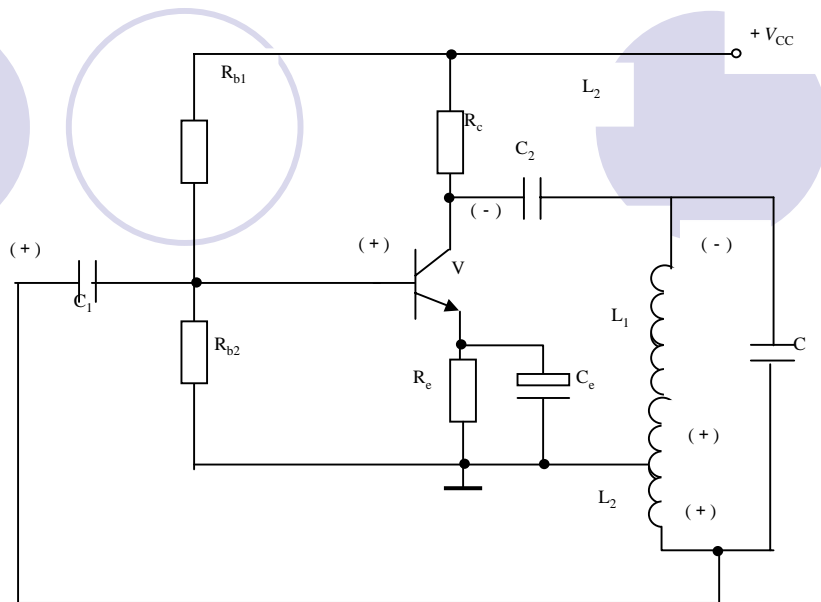

图6.2 电感三点式LC振荡电路
(1) 相位条件：设基极瞬间极性为正，由于放大器的倒相作用，集电极电位为负，则电感的 $c$ 端为负， $e$ 端为公共端， $b$ 端为正，各瞬时极性如图6.2所示。反馈电压由 $c$ 端引至三极管的基极，故为正反馈，满足相位条件。
(2) 幅度条件：从图6.2可以看出，反馈电压取自电压 $L_2$ 的两端，并通过 $C_1$ 的耦合后加到晶体管的 $b$ 、 $e$ 间的，所以改变线圈抽头的位置，即改变 $L_2$ 的大小，就可以调节反馈电压的大小，当满足 $|AF| > 1$ 时，电路便可起振。